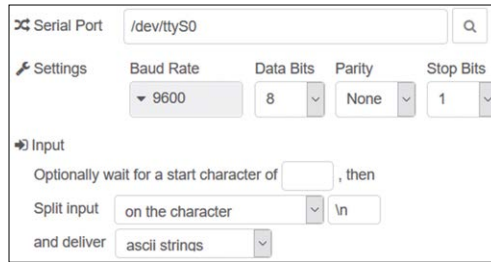

Figure 14.11 Configuration de la sortie série du nœud
- Créer un **série** nœud et le configurer comme indiqué sur la figure 14.11